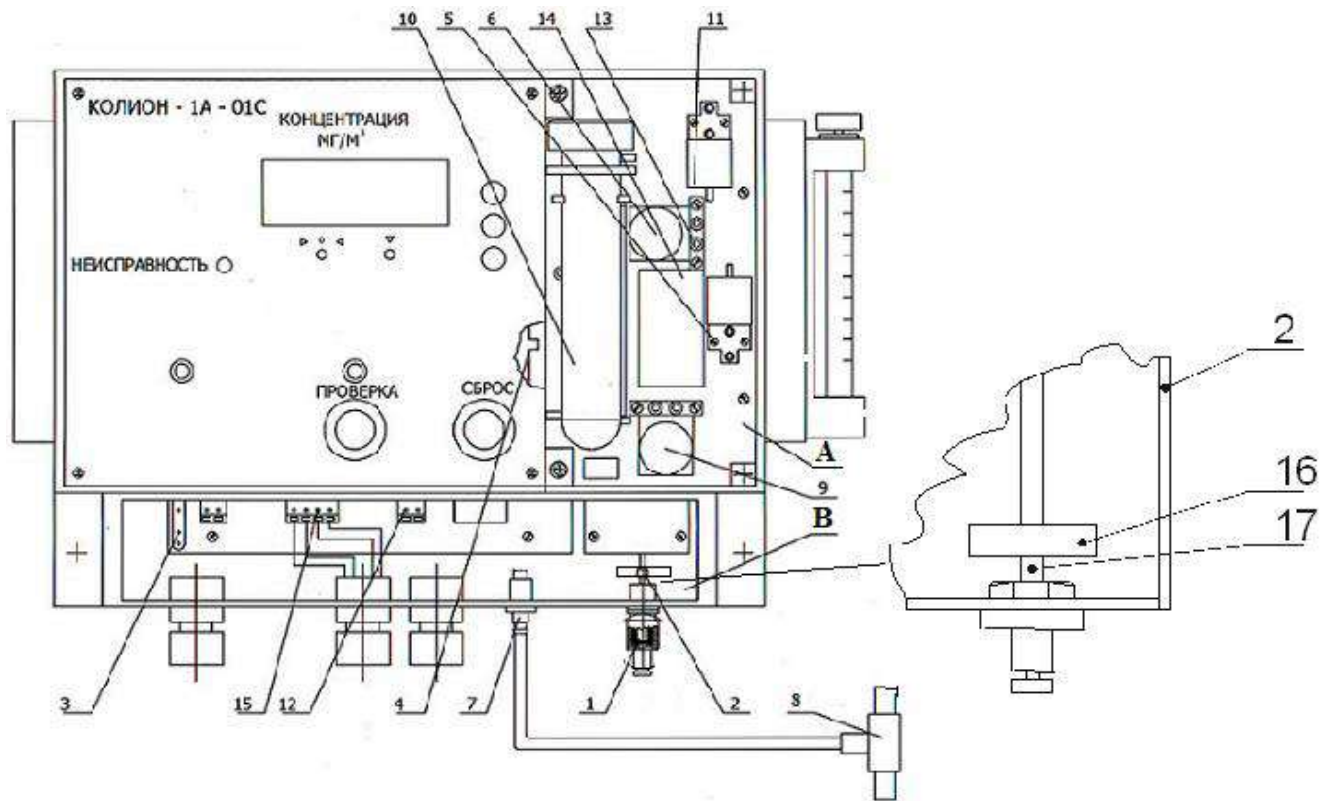

Рис. 5. Вид газового (А) и вводного (В) отделений БИ газоанализатора
3.5.1. Для замены фильтра противопылевого выполните следующие операции (см. рис. 5):
- отсоедините трубопровод входной 2 от штуцера фильтра противопылевого 16 (см. рис. 5);